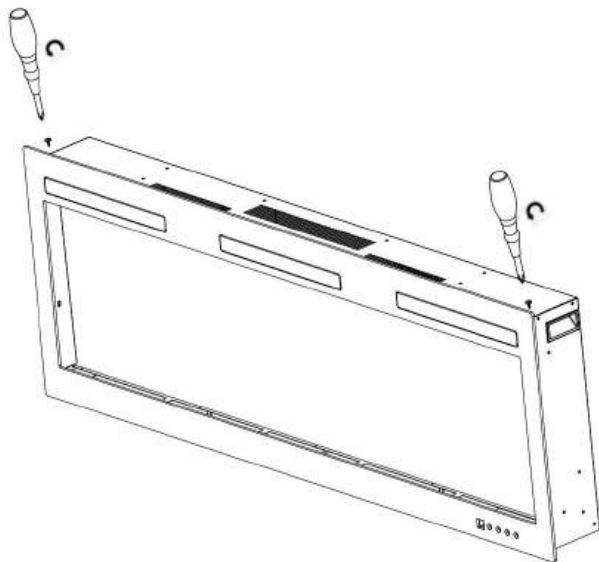

Fig. 1-1
A. Retirer les vis des deux côtés (Fig. 1-1).